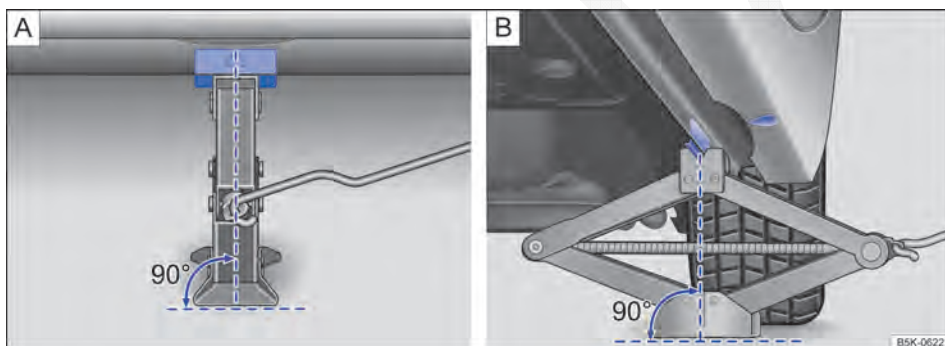

Fig. 244 Macaco posicionado no lado esquerdo traseiro do veículo.
9. Garantir que a base do macaco, com toda sua superfície, esteja sobre o chão e que a base se encontre perpendicularmente abaixo do ponto de colocação ⇒ Fig. 244 A) e B).
10. Alinhar o macaco e, simultaneamente, levantar a garra do macaco até ela se encaixar na travessa debaixo do veículo ⇒ Fig. 244.
- Posicionar o macaco somente nos pontos indicados. A garra do macaco deve se encaixar no perfil da longarina de forma segura ⇒ Fig. 244.